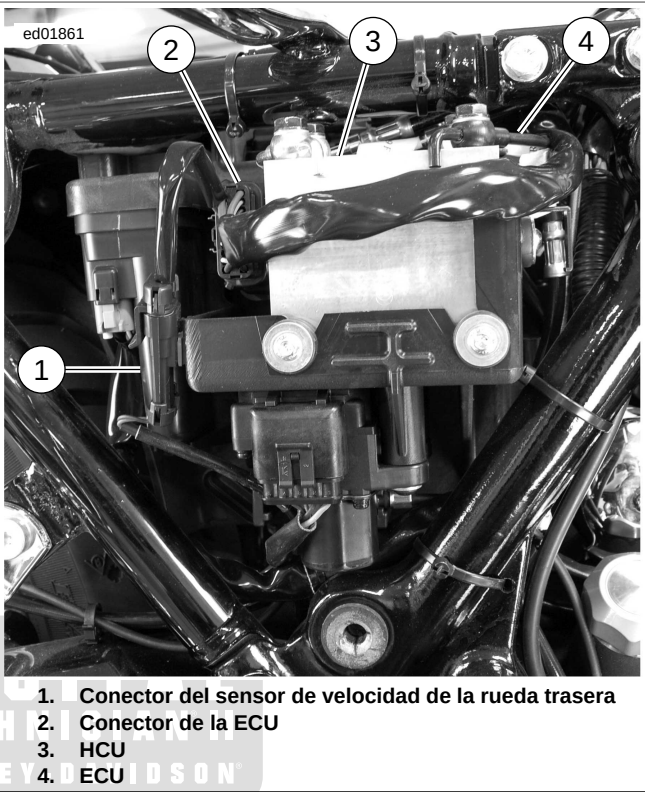

Figura 6-1. Módulo ABS
- Vea Figura 6-1. Unidad de control electrónico (ECU): La ECU contiene el relé del motor, relé de la válvula, relé de habilitación del sistema y los solenoides.
- Vea Figura 6-1. Unidad de control hidráulico (HCU): La HCU contiene cuatro válvulas (una válvula de aplicación y una válvula de liberación para cada rueda) dos bombas, motor de la bomba y acumuladores.